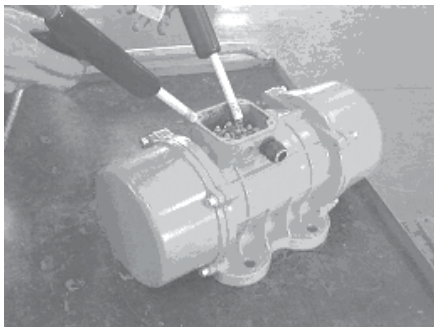

Fig. 1
- Die Innensechskantmutter (Bild 1) lockern, das bewegliche Gewicht (Bild 2) in die gewünschte Position bringen und fest anziehen, nachdem man immer die entsprechenden Unterlegscheiben dazwischengelegt hat.
Photo 1 - Bild 1